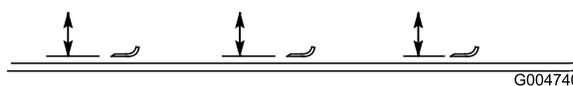

Figura 86
- Girate la lama fino a disporla in parallelo con la lunghezza della macchina (Figura 86). Misurate la distanza tra l'interno dell'apparato di taglio e il tagliente sulla parte anteriore della lama. Ricordate questa misura.